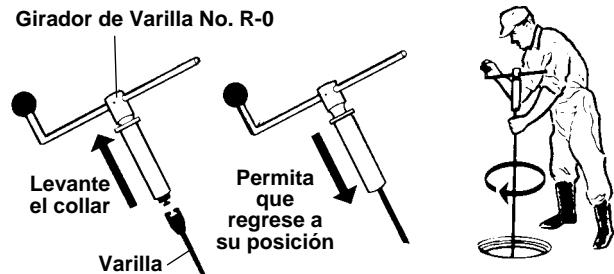

Figura 7 – Girador de varilla manual
- Extraiga el girador de varillas (*Figura 7*).